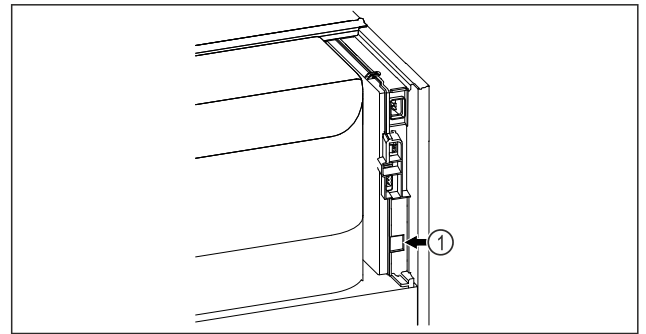

Fig. 86
- A SmartModule Fig. 86 (1) be van helyezve.